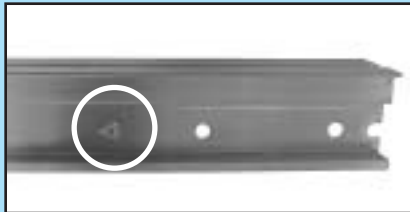

FIG. 1-2 Fiches d'alignement. Fiches de alignación.
- Orienter toutes les fiches en direction de la porte. (Fig. 1-2)
- Apuntar todas las flechas hacia la puerta. (Fig. 1-2).